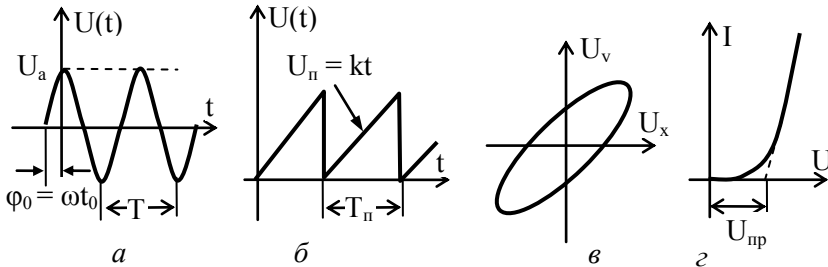

Рис. 1. Типы функциональных зависимостей сигналов:
1) К задачам первого типа относится наблюдение формы и измерение *параметров* периодических или одиночных сигналов $U(t)$ (параметры: амплитуда U_a , период T , начальная фаза φ_0 , угол наклона k и т. д.) (рис. 1, а, б).
2) К задачам второго типа относятся измерения с помощью фигур Лиссажу (рис. 1, в) и получение вольтамперных характеристик (ВАХ) какого-либо электронного устройства (рис. 1, г).
В случае фигуры Лиссажу (см. рис. 1, в) оба сигнала U_x и U_y являются функциями времени (например, сигналами типа $U(t)$, как на рис. 1, а, сдвинутыми относительно друг друга по фазе).
В случае ВАХ (см. рис. 1, *з*) обе функции U и I в принципе от времени могут не зависеть. В общем случае это есть отображение некоторой "таблицы", состоящей из двух колонок цифровых значений: каждому значению X_k сопоставлено соответствующее Y_k .
вдоль экрана (период пилообразного напряжения, см. рис. 1, б) начинается только тогда, когда исследуемый сигнал достигает определенной величины, зафиксированной *устройством запуска и синхронизации сигнала* (смотрите ниже).
3) *Режим развертки внешним сигналом (или режим XY)*. В этом режиме генератор развертки отключается, а развертка по оси X осуществляется внешним сигналом. Основное назначение этого режима – изображение функциональных зависимостей второго типа $U_1 = F(U_2)$ (см. рис. 1, в, г).
Способ отображения функций типа $U_1 = F(U_2)$ (см. рис. 1, б, в) в электронно-лучевых и цифровых запоминающих осциллографах существенно различается.